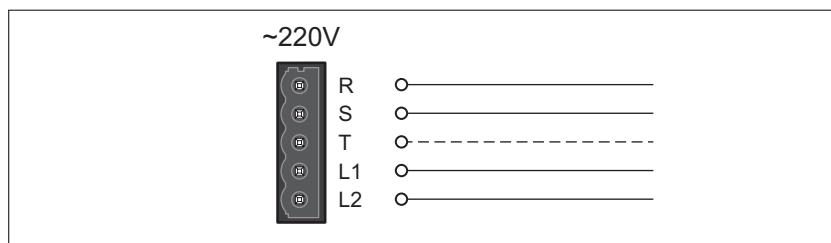

Ilustración 36: Esquema de conexiones de la alimentación de la etapa de potencia
- ▶ Conecte el cable de red (*Ilustración 36*).